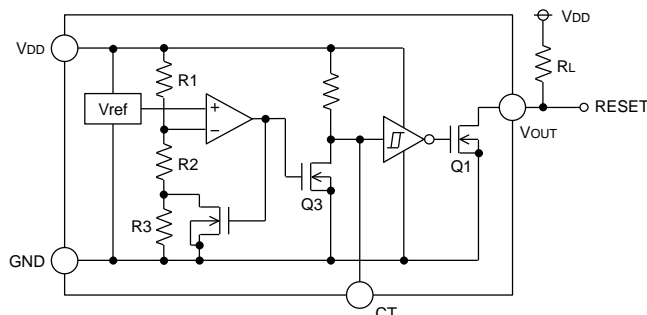
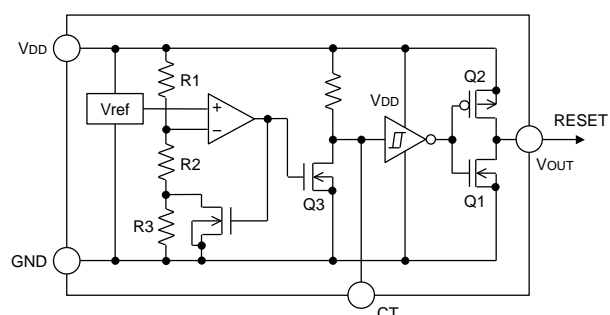

Figure.15 (BD52Exxx-M タイプ内部ブロック図)
Figure.16 (BD53Exxx-M タイプ内部ブロック図)
オープンドレインタイプ (Figure.15) と CMOS 出力タイプ (Figure.16) 共に、検出電圧及び解除電圧をスレッショルド電圧とし、VDD Pin に印加された電圧が各々のスレッショルド電圧に達した時、VOUT 端子電圧は“H”→“L”また“L”→“H”に切り換わります。BD52Exxx-M シリーズ、BD53Exxx-M シリーズは遅延機能付のため、出力が“L”→“H”に切り換わる時、外付けコンデンサ (CCT) の値で決まる遅延時間 tPLH を設定することができます。BD52Exxx-M シリーズでは出力形式がオープンドレイン方式であるため、プルアップ抵抗を VDD または他の電源との間に接続してください。(この場合の出力 (VOUT) H 電圧は VDD もしくは他の電源電圧になります。)
入力電源電圧 VDD を SWEEP UP 及び SWEEP DOWN させた時の入力電圧 VDD、CT 端子電圧 VCT、出力電圧 VOUT の関係は以下のようになります。(回路は P8 Figure.15,16 です。) 下図の①～⑤について説明します。